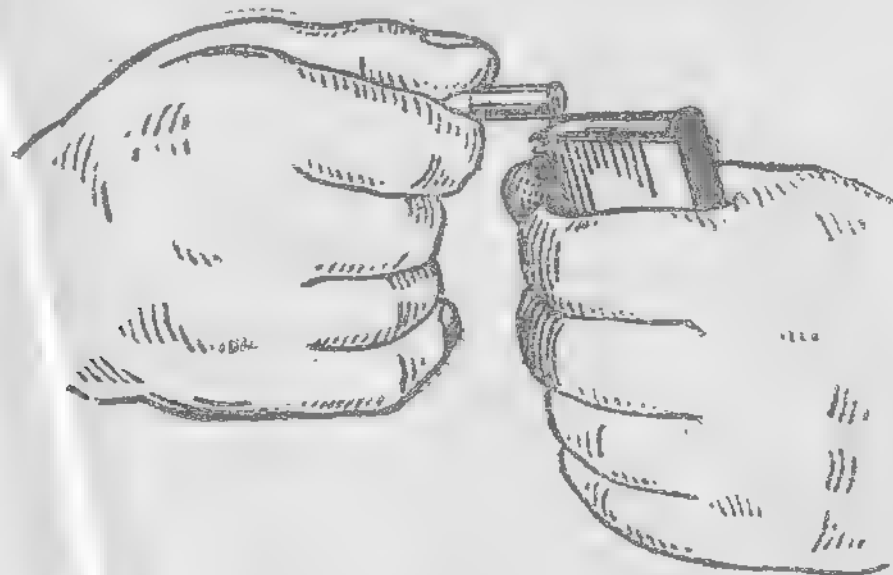

Рис. 90. Как наполнить магазин патронами.
2) удерживая магазин в левой руке, наполнить его восемью патронами (рис. 90), наблюдая, чтобы последний (верхний) патрон правильно расположился в магазине (конец пули должен находиться выше передней стенки магазина);